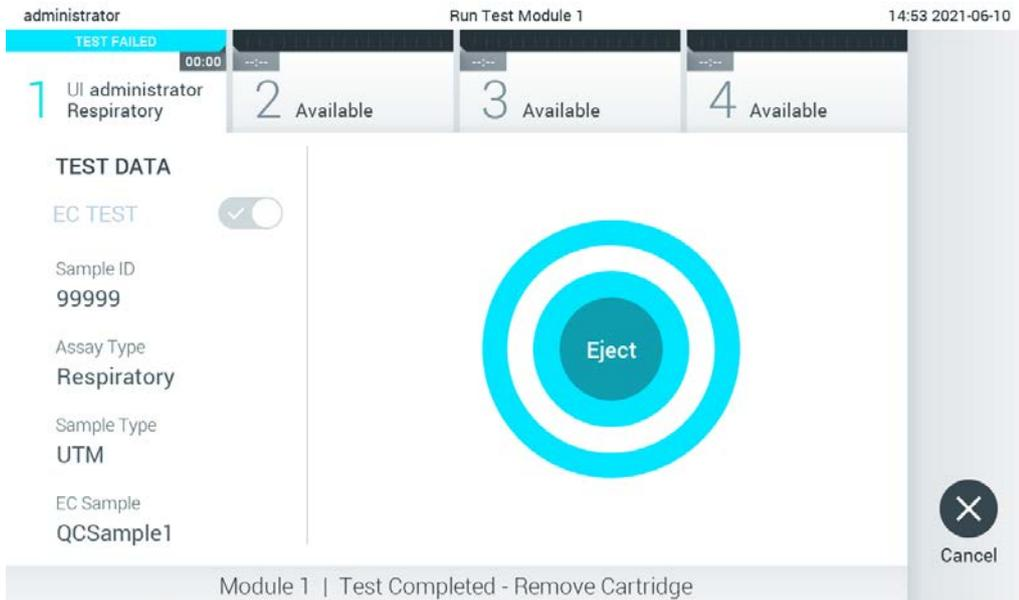

Figura 95. Visualización de la pantalla Eject (Expulsar).
- Una vez finalizada la prueba, aparecerá la pantalla Eject (Expulsar) (figura 95, siguiente página). Pulse  Eject (Expulsar) en la pantalla táctil para retirar el cartucho de ensayo QIAstat-Dx y desecharlo como residuo de peligro biológico de acuerdo con todas las normativas y leyes en materia de salud y de seguridad nacionales, estatales y locales.